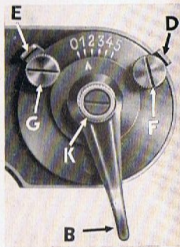

Abb. 34 → Das Einstellen der Überstichbegrenzung
**Überstichbegrenzung** (Abb. 34). Der Überstichhebel B kann ebenso wie der Ausschlaghebel A auch während des Nähens verstellt werden, und zwar kann sowohl ein Wechsel zwischen gerader Naht und Zickzacknaht als auch zwischen verschiedenen breiten Zickzackstichen erfolgen. Will man, wie z. B. beim Knopflochnähen, die Überstichbreite begrenzen, so bediene man sich der Anschläge D und E, Abb. 34.